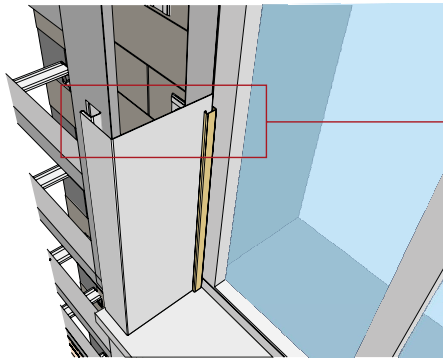

Рисунок 48
- 13.4** Ширина околооконной планки подгоняется и подрезается под глубину оконного проема. Измерьте расстояние от окна до внешней части обрешетки (рис. 48), прибавьте к нему 22 мм, при использовании приоконной планки 30 мм. Перенесите это расстояние на широкую часть околооконной планки (рис. 49). Лишнее отрежьте, используя правило, нож или ножницы.